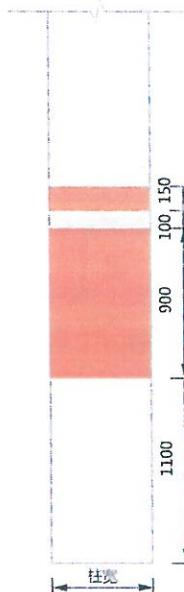

图 22 超配建区柱体标识样式及尺寸示例
3.17 超配建区柱体标识应涂刷色带。标识样式及尺寸示例见图 22。